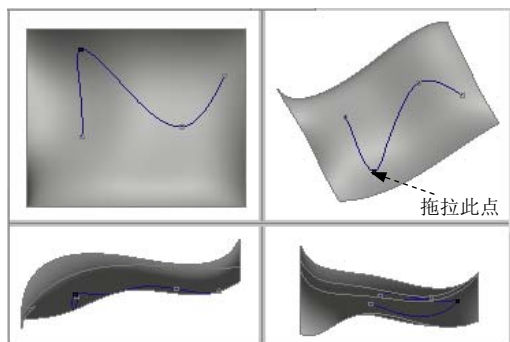

图 10.2.16 在四个视图状态拖拉点
Step12. 单击 **样式** 功能选项卡 **曲线** 区域中的“曲线编辑”按钮 ，然后在图 10.2.16 的“右上”视图中选取曲线上一点进行拖移，此时我们将发现，无论怎样拖移该点，该点在“左下”和“右下”视图中的对应投影点始终不能离开所选的曲面，尝试其他的点，也都如此。由此可见，COS 曲线上的点将始终贴在所选的曲面上，不仅如此，整条 COS 曲线也始终贴在所选的曲面上。